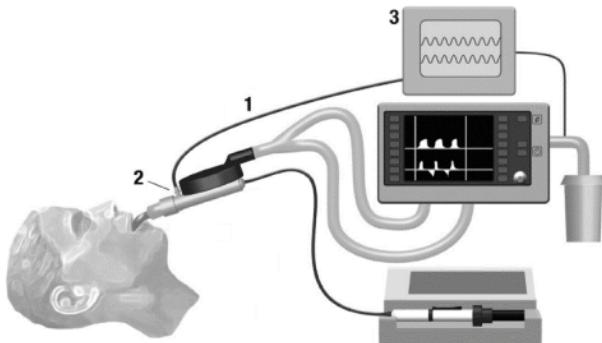

图 1
1. 将气体采样管线 (1) 连接到 Sedaconda ACD 气体监测仪采样口 (2) , 如图 1 所示。顺时针旋转鲁尔接头以确保连接处没有气体泄漏。
2. 将气体采样管线 (1) 连接到呼吸气体监测仪 (3)。顺时针旋转鲁尔接头以确保连接处没有气体泄漏。